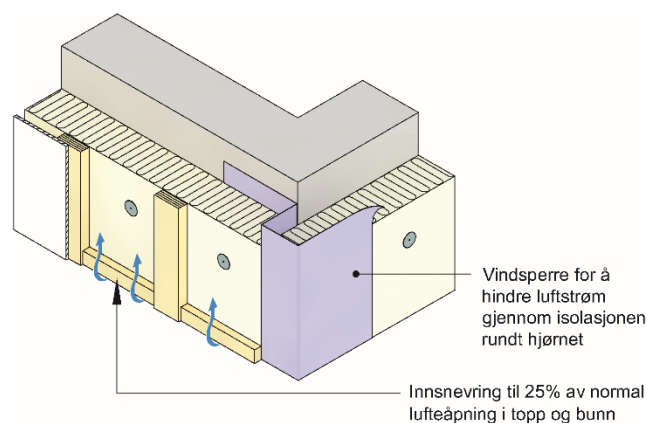

Fig. 3
- Isolasjonen er tettet mot luftgjennomstrømning ved vegg hjørnene som angitt i pkt. 6.4 og fig. 3
U-verdier som angitt i pkt. 4.2 for vegger med innsnevret lufting av fasadekledningen kan anvendes dersom luftespalteåpningene langs topp og bunn av fasaden reduseres til 25 % av luftespalteåpningens tykkelse. Se prinsipp i fig. 3.
For å redusere effekten av anblåsing mot REDAir Plater anbefales det å montere en vindspærre rundt kanten av isolasjonsplatene ved utvendige veggjørner som vist i fig. 3. Det er en betingelse for å kunne bruke de laveste U-verdiene i tabell 3.